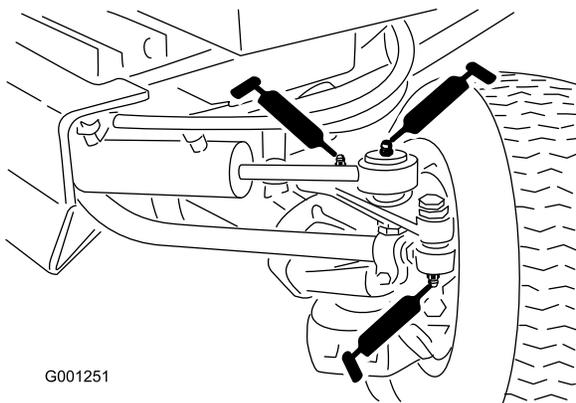

Figura 46
- Rótulas de las barras de acoplamiento (2) (Figura 46)
- Extremos de las bielas (2) (Figura 46)
- Puntos de giro de la dirección (2) (Figura 46)
- Pasador de giro del eje (Figura 46)